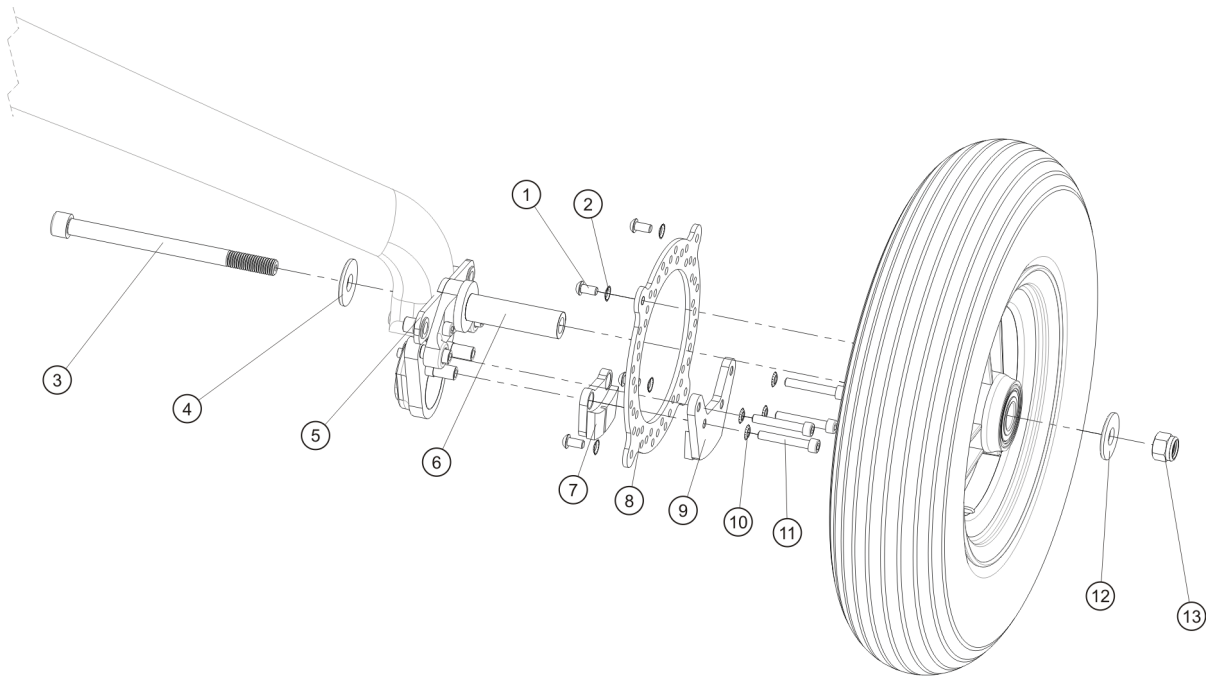

Abb. 2 - Hauptfahrwerk, Rad und Bremse
- 11 Schrauben (Abb. 2, 1) mit 10 Nm überkreuz festziehen.
- 12 Neue selbstsichernde Mutter (Abb. 2, 13) zusammen mit Scheibe (Abb. 2, 12) montieren und mit 50 Nm festziehen.